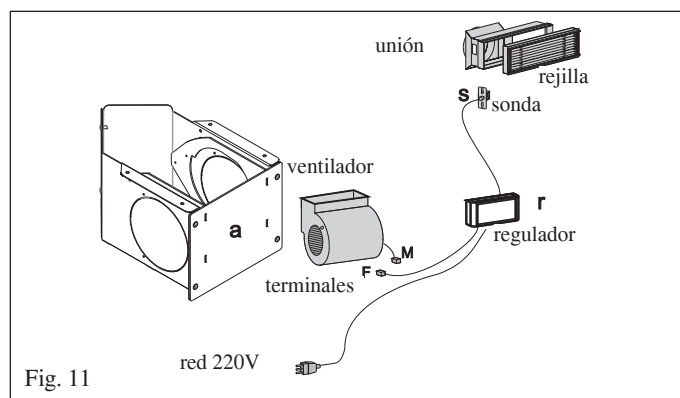
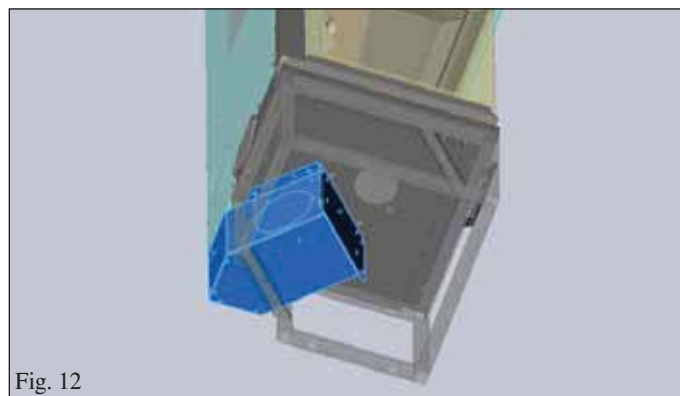

Fig. 11
Fig. 12
- La caja de aire debe encontrarse situada debajo de la base de la estufa, cerca del ángulo agudo de la misma, fijada con 4 tornillos (fig. 12).
- Retirar el panel frontal extrayendo los 4 tornillos (a - fig. 11).
- Conectar los dos conectores M y F (fig. 11) haciendo pasar el cable de la apertura derecha o izquierda sobre el banco de la caja de aire.
- Del regulador (r - fig.11) extender el cable de alimentación hasta la toma de corriente
- E cable con la sonda (s - fig. 11) es en cambio conducido a una de las bocas (b - fig. 12) de salida de aire caliente, normalmente situadas sobre la contra campana.